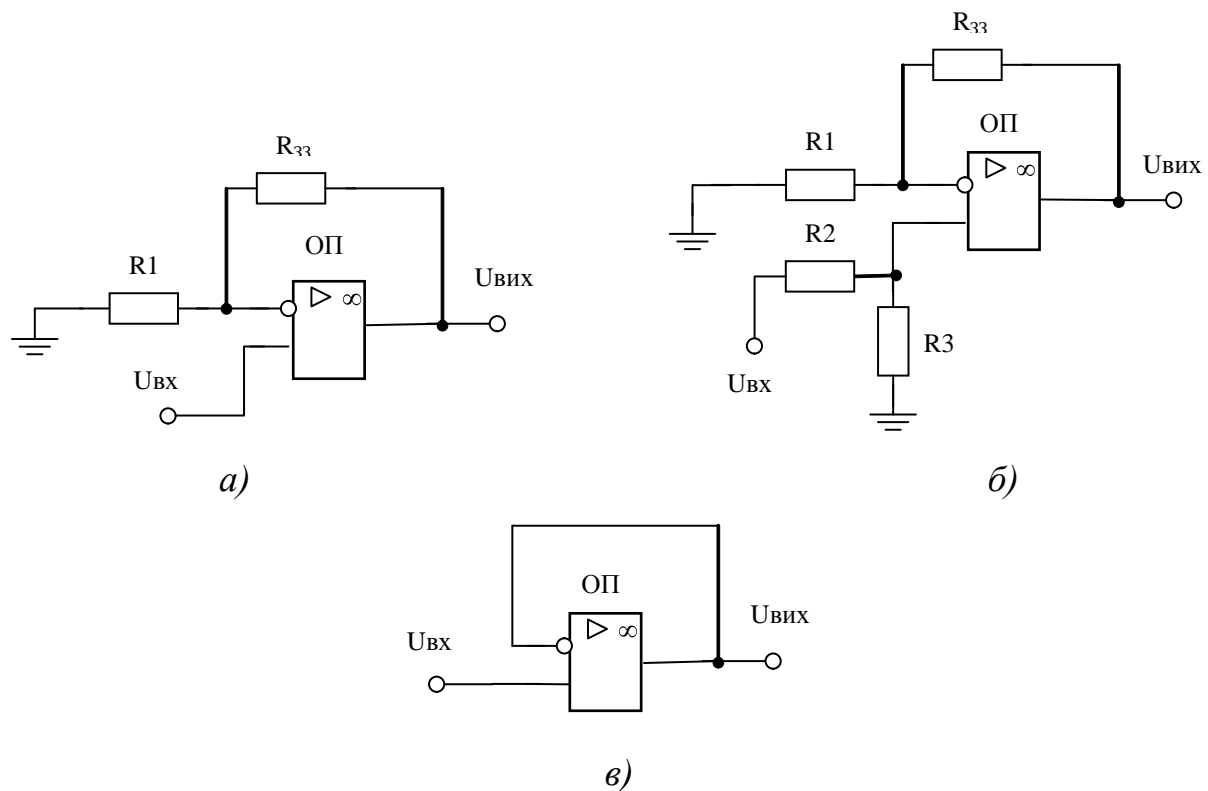

Рисунок 3
1. Зберіть схему неінвертуючого повторювача, наведену на рис.3,а з параметрами резисторів, розрахованих в п.2 дослід 2 і виконати вимірювання в схемі аналогічно п.3 дослід 2.
2.2. Виконайте експеримент згідно п.1 із застосуванням ОП з коефіцієнтами передачі $+1$; $+N_i$; $+0,1 \times N_i$, використовуючи схему на рис.3,б.
2. Зберіть схема неінвертуючого повторювача, наведену на рис.3,в. Визначте коефіцієнт передачі (підсилення).